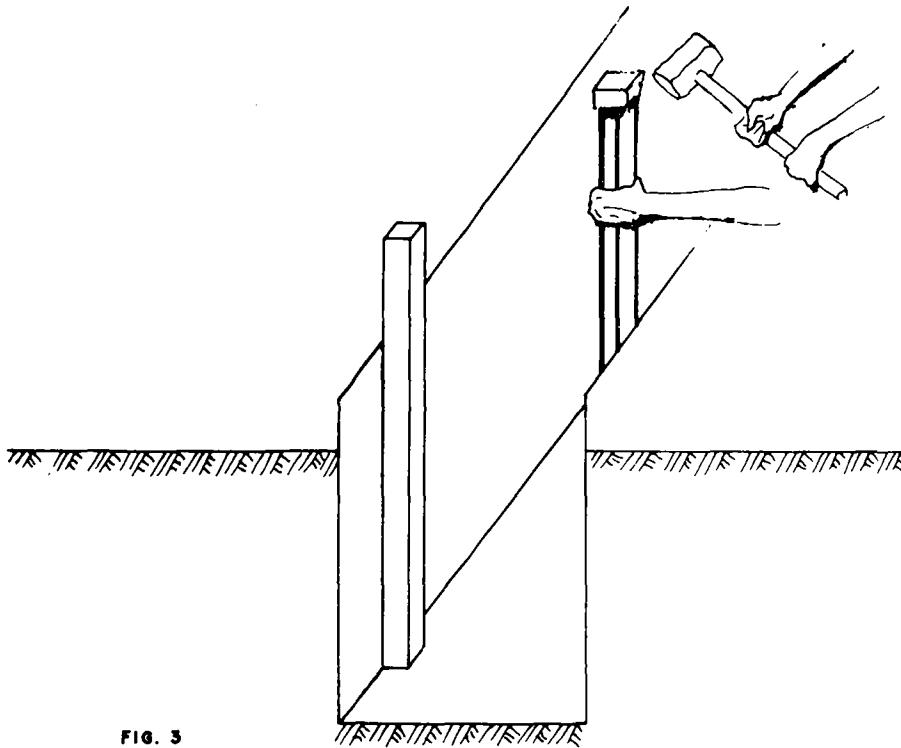

FIG. 3
- 3.º Passo — Finque um pontalete do outro lado da vala (fig. 3)